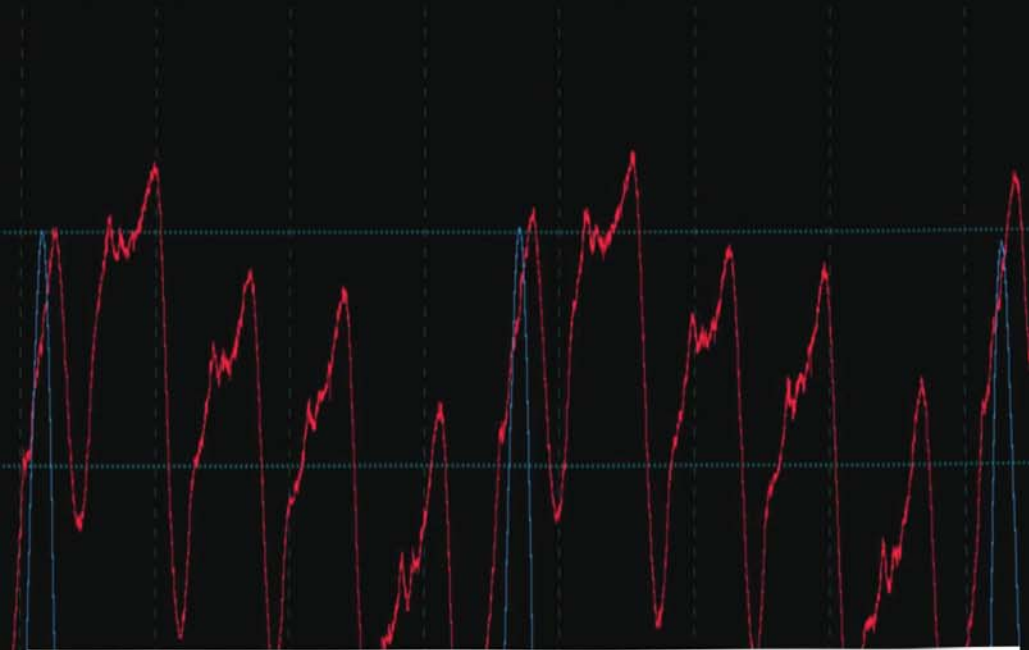

Figura 13
4. Un voltímetro proporciona sólo lecturas promedio. (Figura 13)